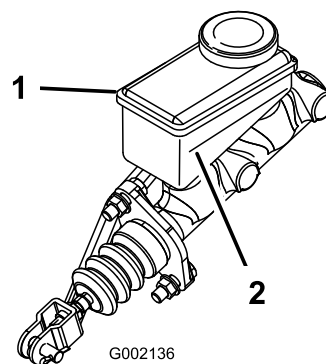

Figura 14
3. Osservate la linea del livello del fluido sul lato del serbatoio. (Figura 14).
- B. Aggiungete il fluido dei freni DOT 3 al serbatoio, in modo che il livello del fluido sia superiore alla linea del minimo (Figura 14).
5. Montate il tappo di gomma sulla parte superiore della plancia (Figura 14).